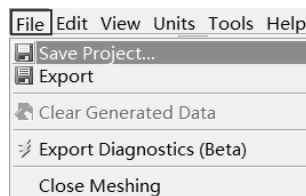

图 3-71 保存文件
Step24：如图 3-71 所示，选择 Mesh 平台的 File Save Project 命令，保存文件，然后退出 Mesh 平台。